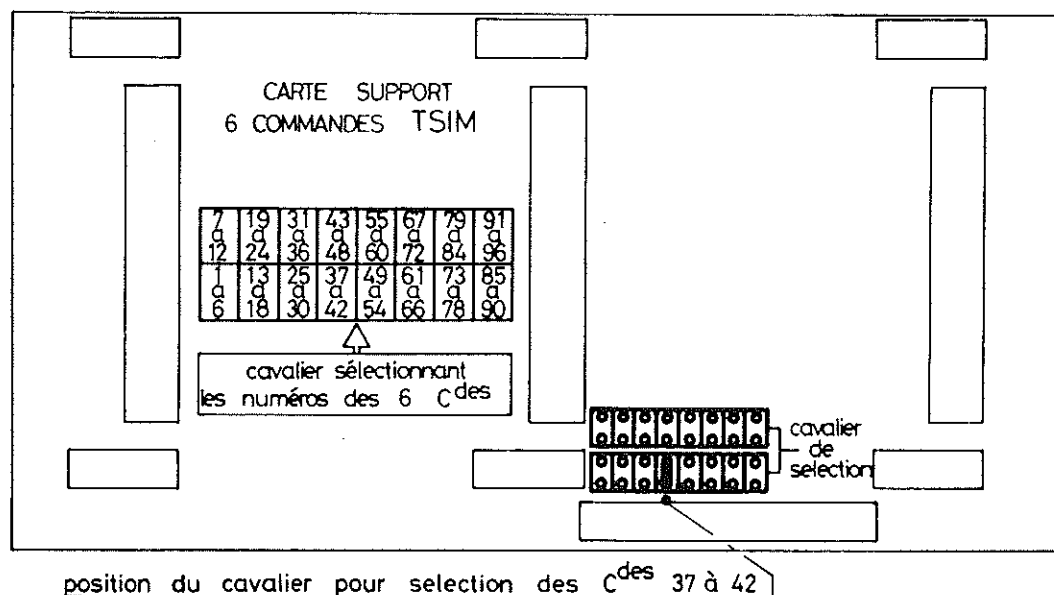

fig 4
- 6 - Vérifier la présence et le positionnement des cavaliers des "cartes support 6 commandes", suivant le schéma imprimé sur la carte (Fig. 4).